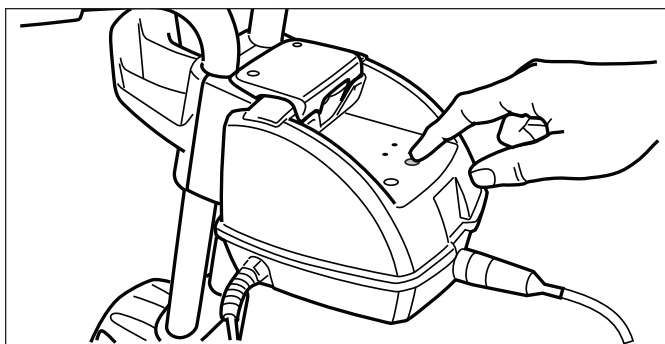

Figura 20. Apagando el limpiafondos
4. Si desea detener el limpiafondos durante un ciclo de limpieza, pulse el botón OFF. Vea la Figura 20.
5. Si desea detener el limpiafondos durante un ciclo de limpieza, pulse el botón de encendido. Vea la Figura 20.